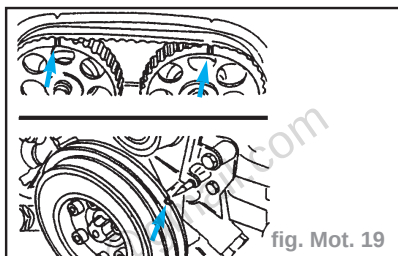

fig. Mot. 19
- Amener la poulie de vilebrequin sur le repère, en la tournant dans le sens de marche du moteur. En même temps, les repères des pignons d'arbres à cames et du couvercle de culasse doivent se trouver en regard (fig. Mot. 19).